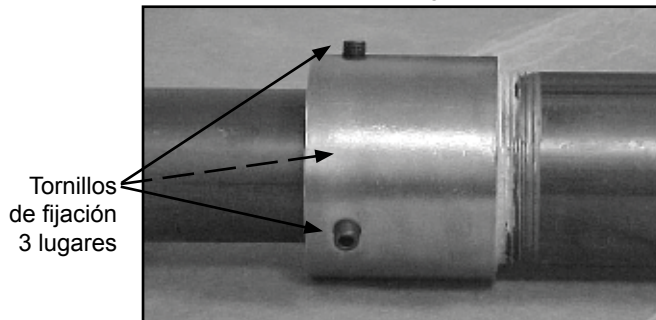

Figura 7: Instale los tornillos de fijación
18. Una vez que la longitud sea la correcta, fije la longitud de la STP al apretar los tres tornillos de fijación. Apriete los tornillos de fijación con la mano, asegurándose de que estén en contacto con la tubería (Figura 7).